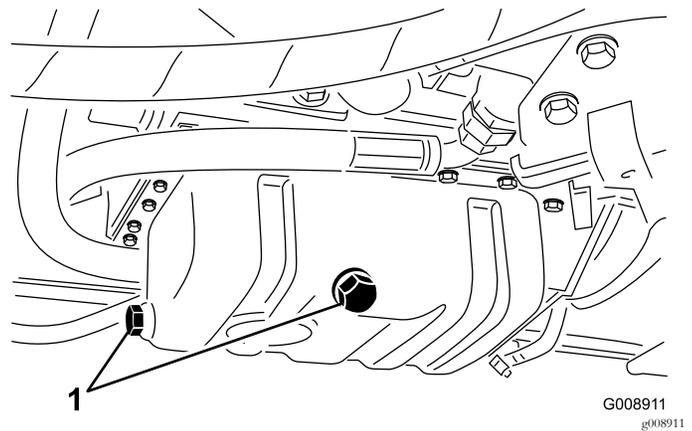

Figura 64
1. Retire cualquiera de los tapones de vaciado (Figura 64) y deje fluir el aceite a un recipiente apropiado; cuando todo el aceite se haya drenado, instale el tapón de vaciado.